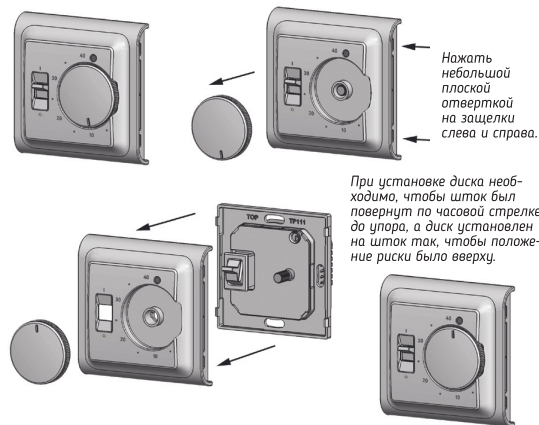

Рис. 4
1. Перевести выключатель терморегулятора в положение (O) - выключено.
3. Небольшой плоской отверткой аккуратно нажать на защелки, расположенные слева и справа от лицевой детали прибора, и снять деталь (см. рис. 4).
6. При установке диска необходимо аккуратно повернуть шток по часовой стрелке до упора, а диск установить на шток так, чтобы положение риски было вверх (указывало «40») (см. рис. 4).